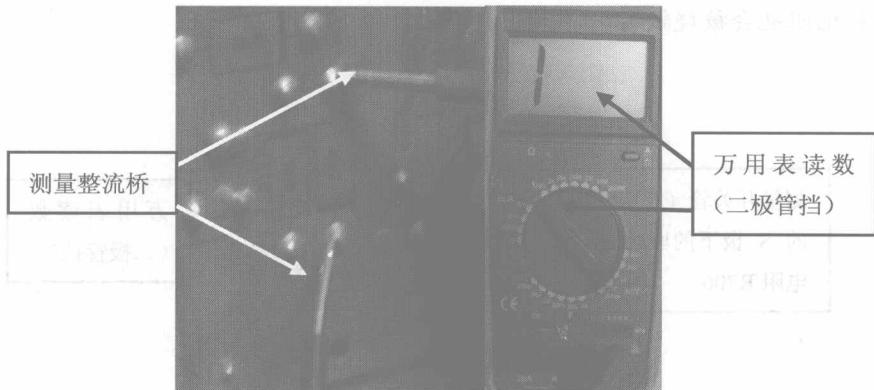
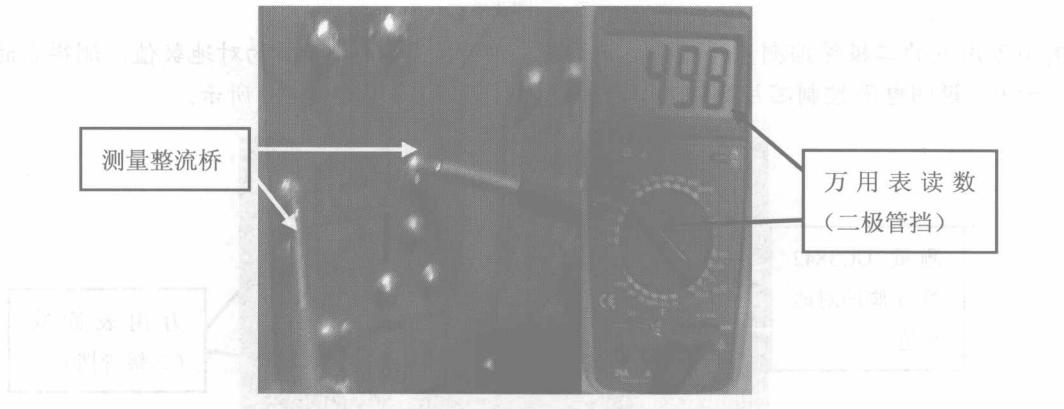

图 1-6
图 1-7
②用万用表的二极管挡检测整流桥(D701~D704)，测得整流桥中各二极管的正向数值为498，反向数值为1，数值在正常的范围内，说明整流桥能够正常工作，如图1-6、图1-7所示。